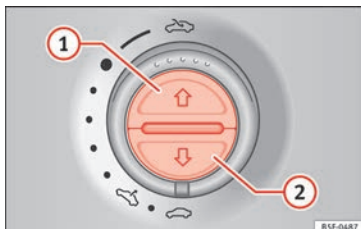

Abb. 138 In der Dachinnenverkleidung: Tasten des Sonnenschutzrollos.
Vollständig öffnen (automatische Funktion)	Taste » Abb. 138 ① kurz drücken.
- Der Schalter muss auf der Position „geschlossen“»» ⚠ Seite 15 ① stehen.
- *Panorama-Schiebedach*: Innerhalb von etwa 5 Sekunden nach dem Auslösen der Kraftbegrenzung den Schalter hinten so lange ziehen»» ⚠ Seite 15 (Pfeil ⑤), bis das Panorama-Schiebedach vollständig geschlossen ist.
- **Sonnenschutzrollo:** Innerhalb von etwa 5 Sekunden nach dem Auslösen der Kraftbegrenzung die Taste » Abb. 138 ② so lange drücken, bis das Sonnenschutzrollo vollständig geschlossen ist.